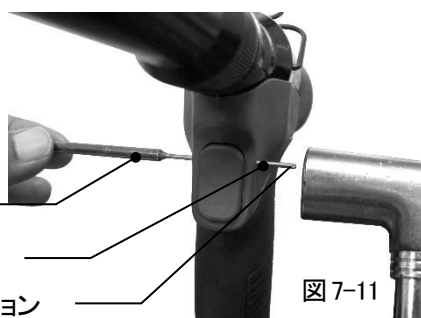

図 7-11
5) トリガーを装着し、ピンパンチでハンドルとトリガーの穴合わせを行いトリガーピンのセレーション手前とし、ツール左方向より挿入、ハンマーにてやさしく叩き込んでください。(図 7-11)